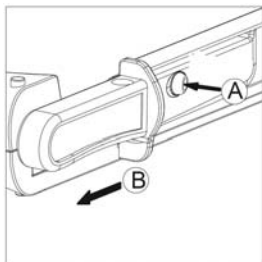

Figura 1
- 2 Pulse el botón de protección (figura 1, A) para soltar la fijación y extraiga la manija (figura 1, B).